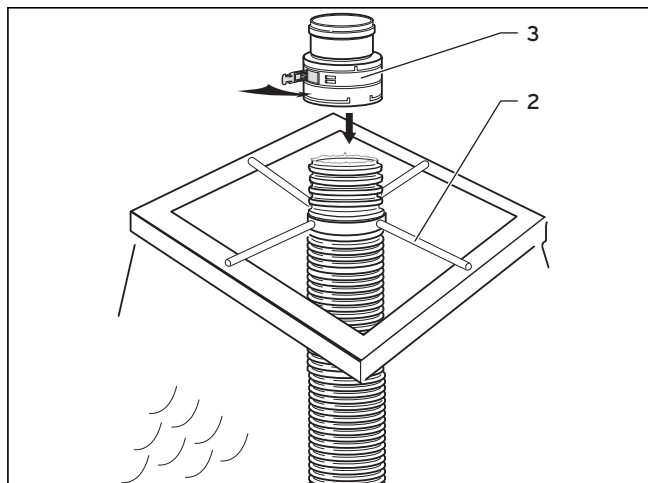

Рис. 4.60 Соединительная деталь с гибким отводом ОГ
- Смонтируйте уплотнение на самом верхнем неповрежденном желобе отвода ОГ (→ рис. 4.60).
- Сдвиньте соединитель с муфтой (3) до упора на отвод ОГ и закрепите соединитель замком (→ рис. 4.60 и 4.61). Выпускной газопровод висит в монтажном кресте.